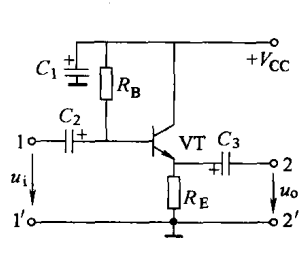

图 2-4 共集电极放大电路
2) 共集电极放大电路中信号在基极与集电极之间输入,在发射极与集电极之间输出,集电极接直流电源 $+V_{CC}$ 端,对交流而言 $+V_{CC}$ 端是接地的。故集电极为放大电路交流信号的公共引脚,如图2-4所示。共集电极放大电路也称射极输出器,常用在多级放大电路中作输入级、输出级、缓冲级或隔离级。图中,1—1'是射极输出器信号输入端,2—2'是射极输出器信号输出端, R_B 是偏置电阻, R_E 是发射极电阻, C_1 是直流电源退耦电容, C_2 、 C_3 是耦合电容,VT是放大晶体管, V_{CC} 是直流电源。